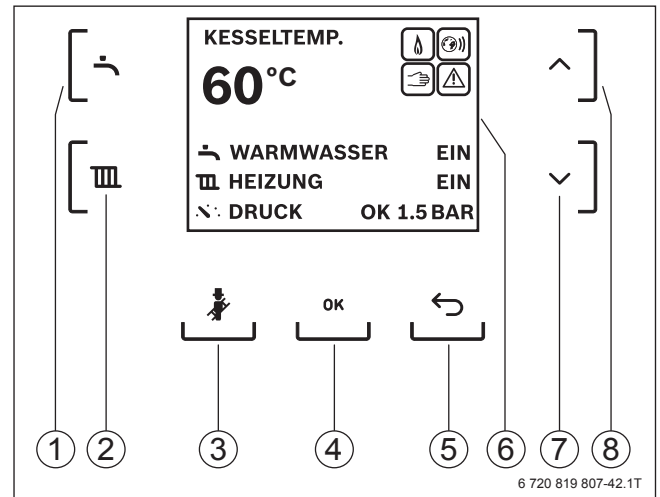

Bild 30 Anzeige und Bedienelemente des Basiscontrollers Logamatic BC30 E
- Warmwasser-Einstellung über das Menü **WARMWASSER**; Aufruf des Menüs mit Taste Warmwasser (→ Bild 30, [1])
- Heizungs-Einstellung über das Menü **HEIZUNG**; Aufruf des Menüs mit Taste Heizung (→ Bild 30, [2])
- Manueller Betrieb z. B. für Abgastest; Taste Schornsteinfeger länger als 3 Sekunden drücken (→ Bild 30, [3])
- Statusanzeige und Störungsdiagnose in einem LC-Display (→ Bild 30, [6])
- Notbetrieb: Taste Schornsteinfeger länger als 8 Sekunden drücken (→ Bild 30, [3])